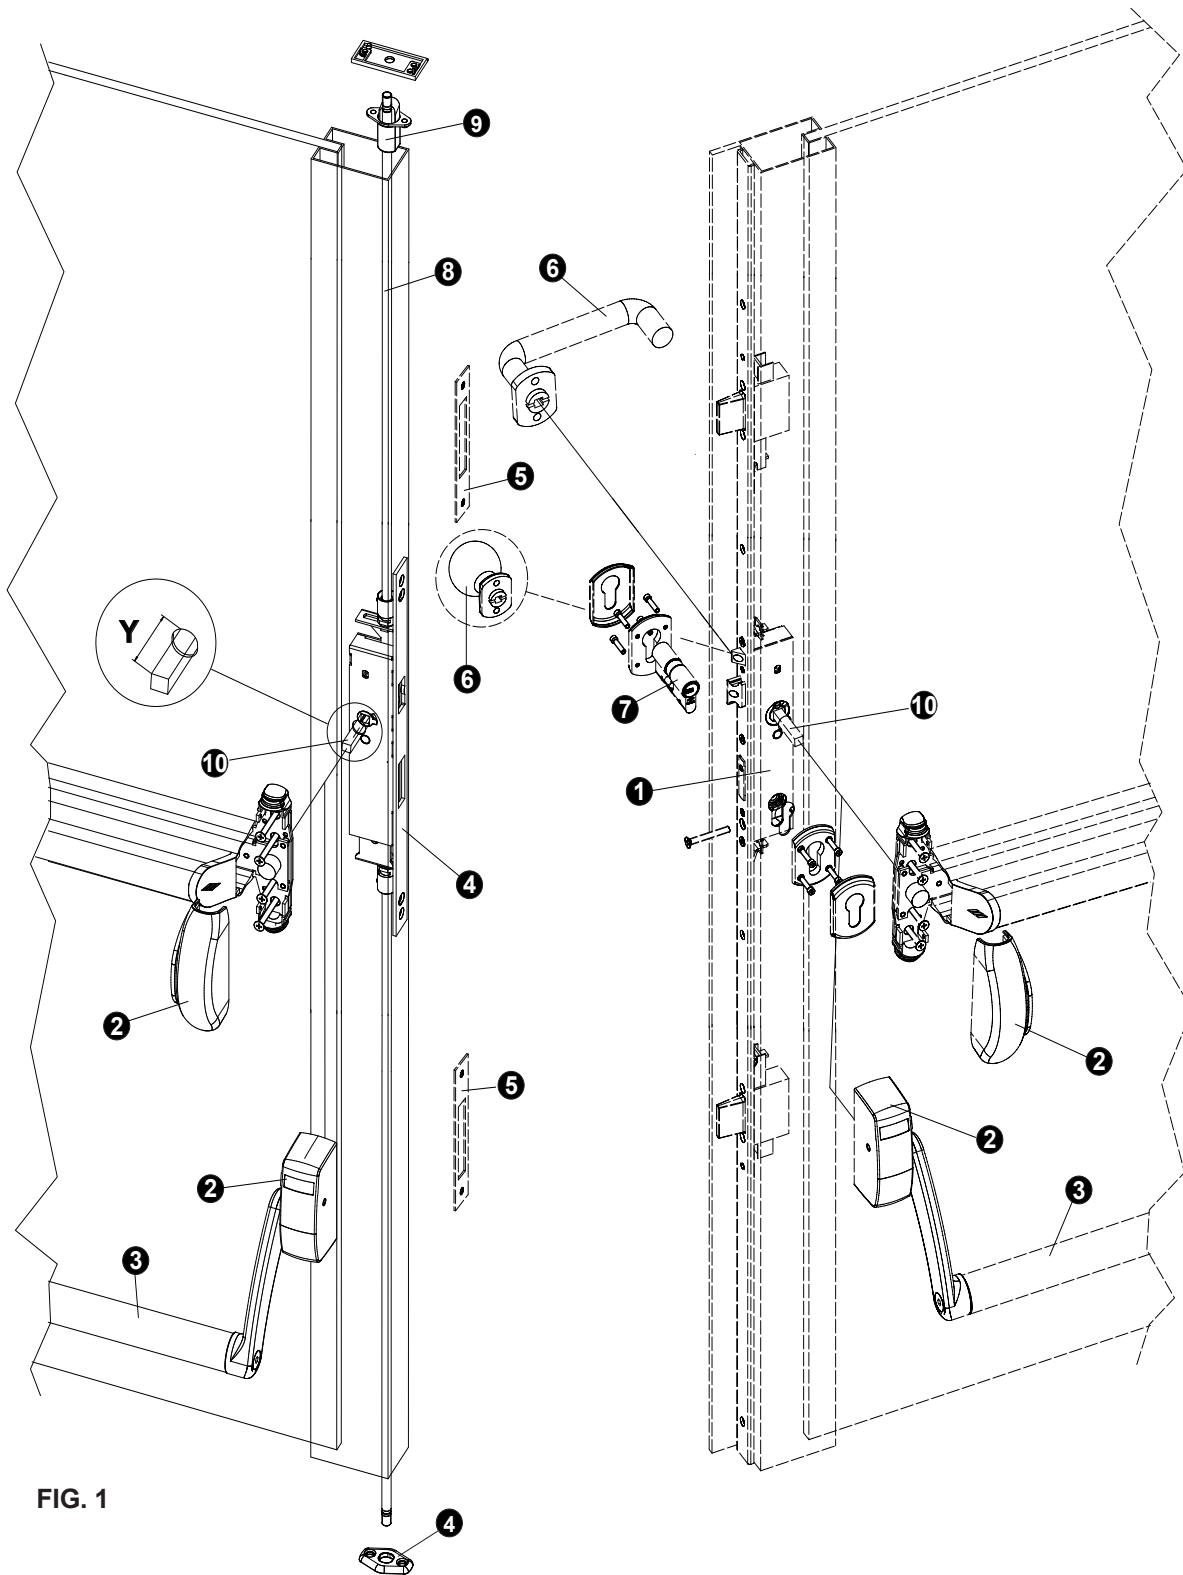

FIG. 1
e) Effectuer l'installation du système de fermeture (y compris la gâche art. 06142.85.0 au niveau du sol fournie avec la contre-serrure) selon le schéma de (**Fig. 1**) et fixer la contre-serrure moyennant les vis spécifiques fournies.
en établir le dépassement du bord de la porte (**Fig. 1**).
Advertencia: El SISTEMA, certificado según la directiva 89/106/CE, en conformidad con la Norma EN 1125:2008 para las salidas antipánico, debe estar compuesto e instalado con los artículos previstos por CISA (**Fig. 1**, tabla 1A, componentes **6 y 9** opcionales); además, es necesario verificar que hayan sido respetadas las condiciones de regulación indicadas en el punto 2 de la hoja de instrucciones de la cerradura y en el punto 1a de la contracerradura. Se adjunta a la cerradura el facsímil de los certificados N.º 122 AD - 123 AD - 130 AD y 135 AD, en los que se indican los códigos de los componentes combinables con el sistema CISA.
e) Realice la instalación del sistema de cierre, incluido el cerradero de pavimento Art. 06142.85.0 suministrado con la contracerradura, según el esquema de **Fig. 1** y fije la contracerradura con los tornillos suministrados.
f)) Instale el perno cuadrado (de calidad superior o equivalente a FE360 cincado), definiendo el resalte con respecto al borde de la puerta (**Fig. 1**).